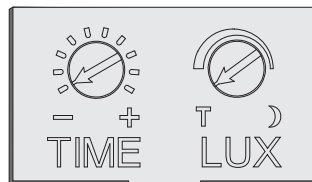

FIG. 12
- Ruotare delicatamente in senso antiorario il regolatore della temporizzazione **TIME** e quello della luminosità **LUX** fino all'arresto (posizione di TEST - fig. 12). **NOTA:** in questa modalità il controllo della luminosità viene escluso.
- Turn the **TIME** control and the **LUX** control counter-clockwise to the edge-the **TEST** position (fig. 12).